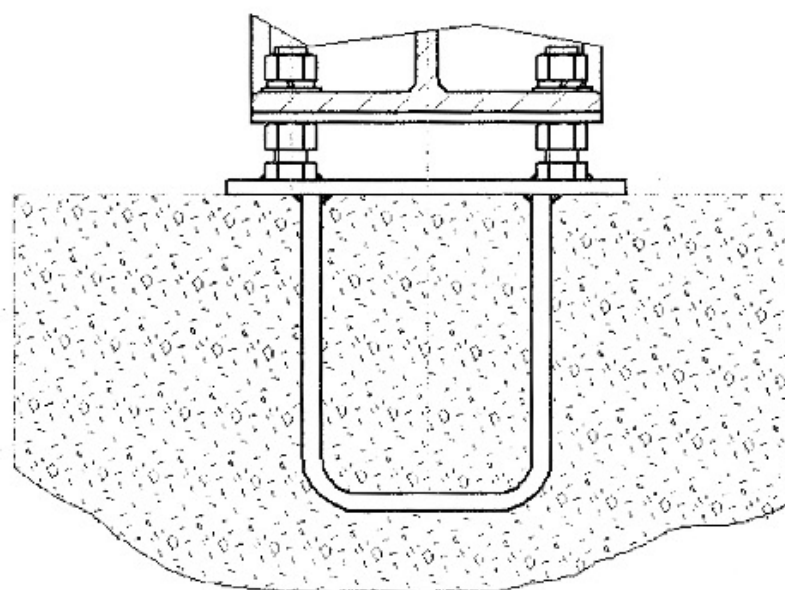

图 2
- c、把调整螺栓焊接到导轨梁垫板上（最好螺栓在孔中部）。（见图 2）